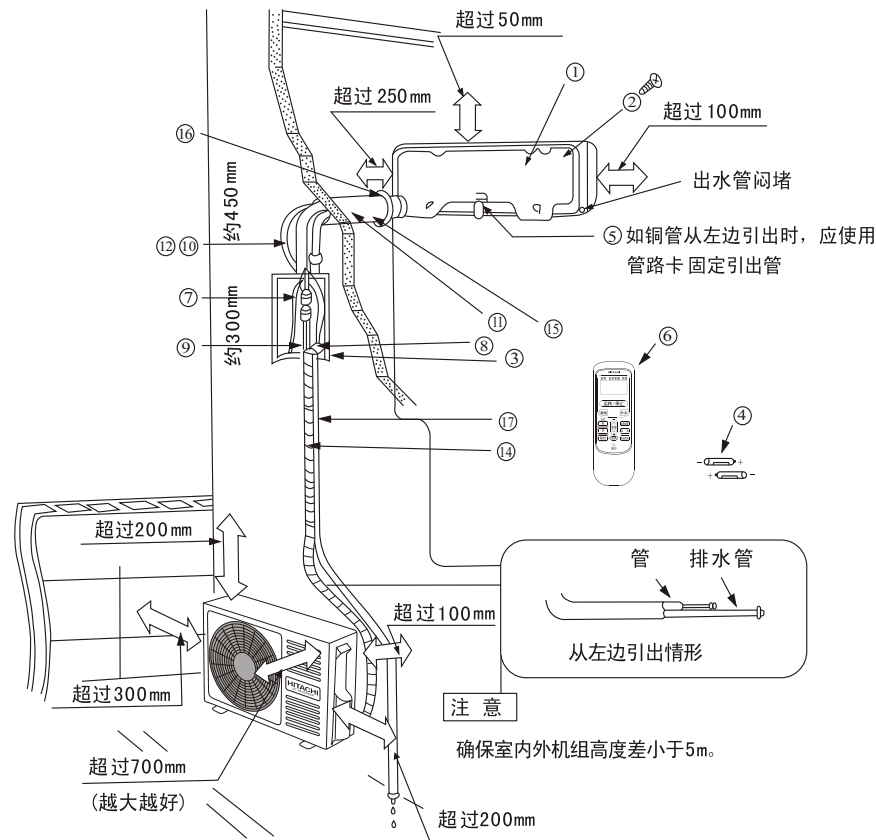

图1
- （1）为了便于修理,室内机组旁边应如图1般保留空间。
- （1）如图1所示保留室外机组旁的空位，避免任何障碍物妨碍通风系统。
- 1 示图1是管道后出连接安装成形。
- 2 根据总装示图1结合对应附件按要求牢固安装。